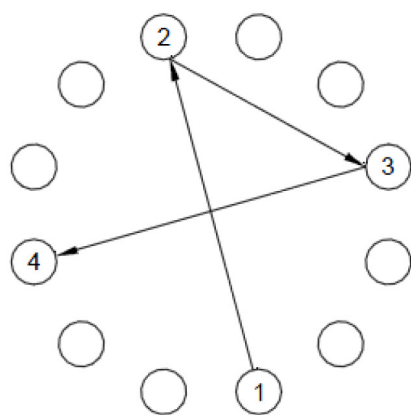

Рис.13. Первая затяжка
- Затяните первые четыре гайки в последовательности, показанной на Рис.13. Это поможет правильно установить соприкасающиеся части.